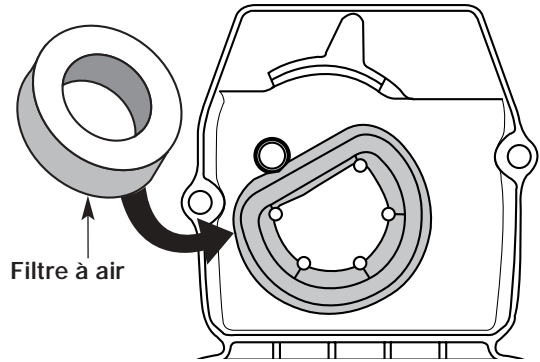

Fig. 22
2. Enlevez le filtre à air à l'arrière du carter de filtre à air/pot d'échappement (Fig. 22).
6. Remplacez le filtre à air dans le carter du filtre à air/pot d'échappement (Fig. 22).